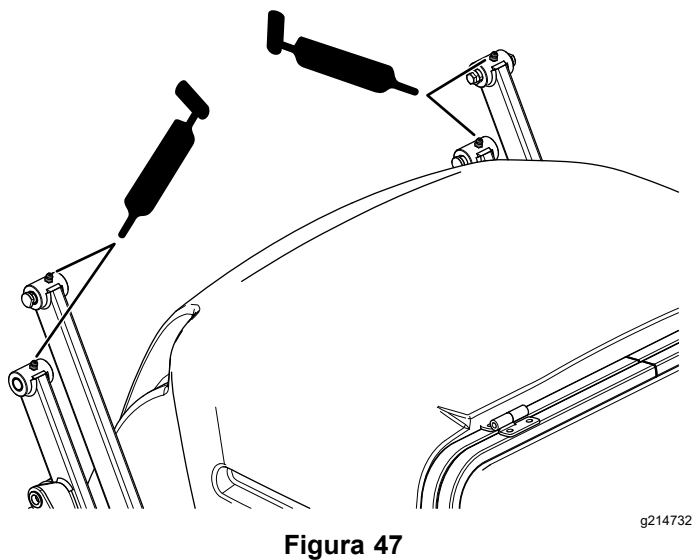

Figura 47
- Braços da tremonha – superiores (Figura 47)